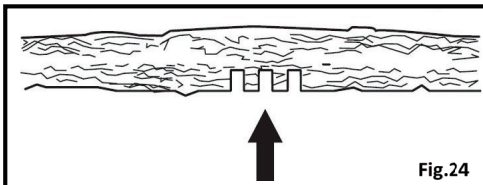

Fig.24
- Si debe cortar a través de un árbol / rama, haga dos o tres cortes, con una separación de una pulgada y una o dos pulgadas de profundidad (Fig. 24).